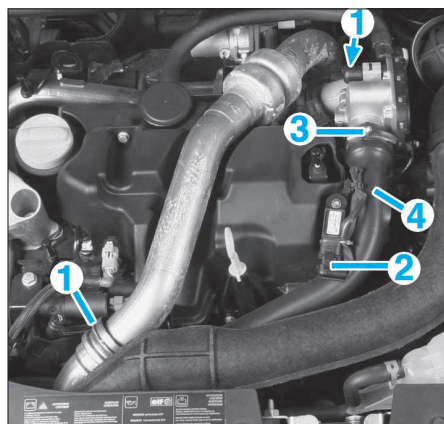

FIG. 51
- les agrafes (1) puis la partie supérieure du conduit de suralimentation (Fig.51).